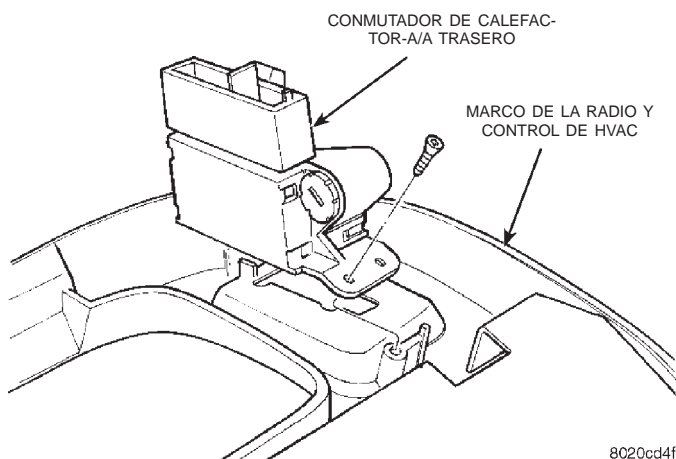

Fig. 55 Conmutador de calefactor—A/A trasero
(2) Retire el marco de la radio y el control de HVAC.
(3) Retire el tornillo que fija el conmutador de calefactor-A/A trasero en el marco de la radio y control de HVAC (Fig. 55).
(4) Desacople el gancho que sujeta la parte inferior del conmutador del marco de la radio y control de HVAC.
(5) Retire el conmutador del marco de la radio y control de HVAC.